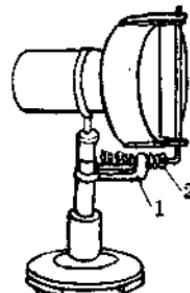

图 13
5. 前面第一点中提到的导向片装法是导向片向外转，轴近罩壳的一种装法；另外也有一种装法，便是导向片朝罩壳方向转动（图 13），那时套环要伸长出来。用这种装法，可不用拨向杆和卡条，而代之以螺旋形长弹簧，效果也不差。